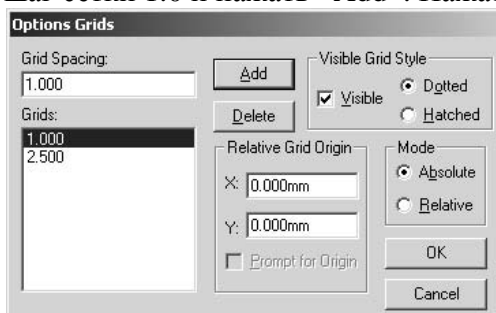

Рис.2.3.2
- Установить сетки с шагом 2.5 мм и 1 мм, выполнив команды **Options/Grids**. После этого в окне Options Grids в области Grids Spacing ввести шаг сетки 2.5, нажать «Add». Затем аналогично ввести шаг сетки 1.0 и нажать «Add». Нажать кнопку ОК (рис.2.3.2).